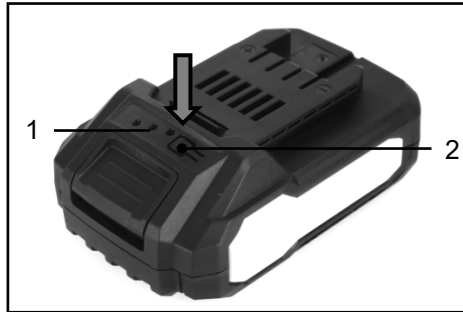

Рисунок 4. Схема перевірки рівня заряду акумуляторної батареї.
5.1.3.1 Перевірка рівня зарядження акумуляторної батареї (рис. 4).
- натиснути та утримувати кнопку акумулятора (2, рис. 4), що розташовується на верхній панелі акумулятора;
- перевірити рівень зарядженості акумулятора. Під час утримання кнопки залежно від стану заряду батареї почнуть світитися відповідні індикатори (1, рис. 4).